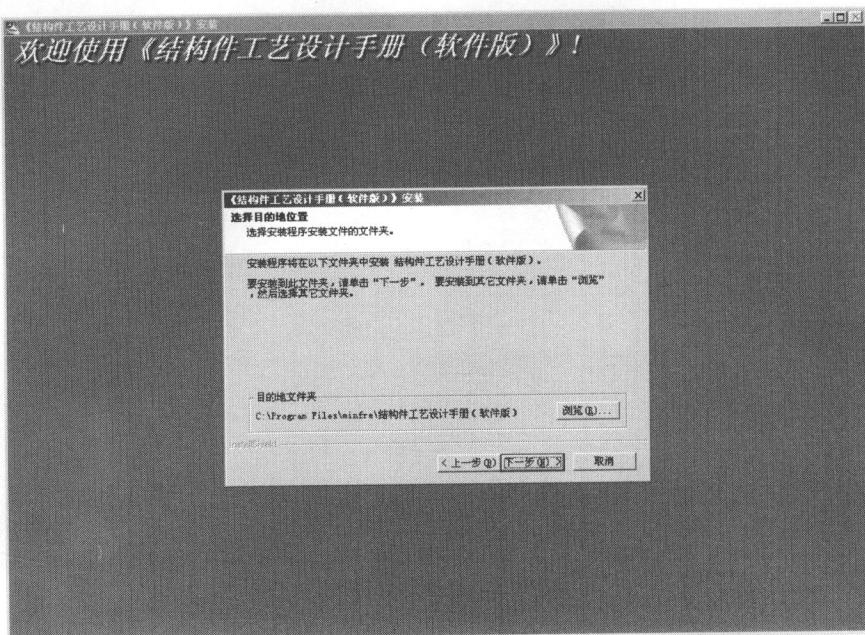

图 1-5 选择安装目录界面
(6) 进入如图 1-5 所示的选择安装目录界面。系统推荐的安装目录是 C:\Program Files\